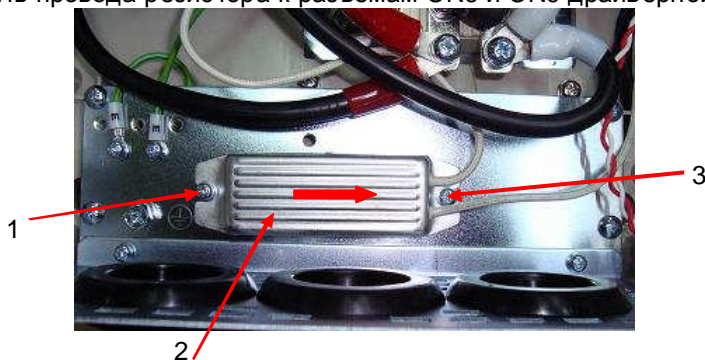

Рис.7.7
7.6.1. Взять резистор предзаряда 2, ввести паз на основании резистора под шайбу винта 3, вкрутить винт 1, затянуть винт 3 (рис.7.7).